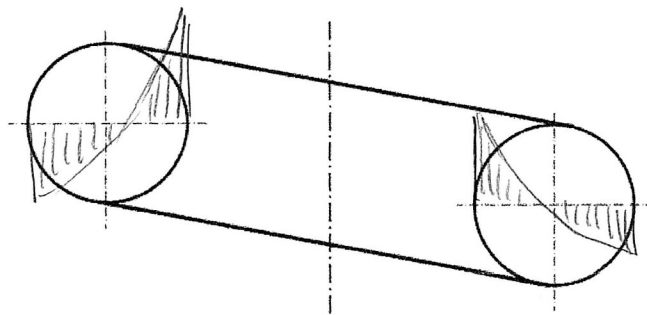

Abbildung 5.1: Spannungsverlauf im Draht einer Schraubendruckfeder
2. Zeichnen Sie in unten abgebildeten Schnitt durch eine Schraubendruckfeder (Abb. 5.1) den Spannungsverlauf im Draht ein!